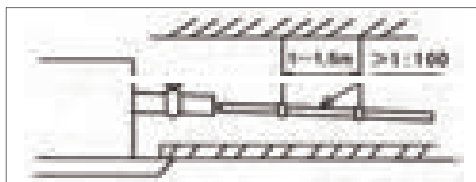

Рис. 2
- Необходимо обеспечить достаточную разницу высот при прокладке дренажного трубопровода. Труба должна быть установлена под углом $[1/100-150]$ для беспрепятственного отвода конденсата (рис. 2).